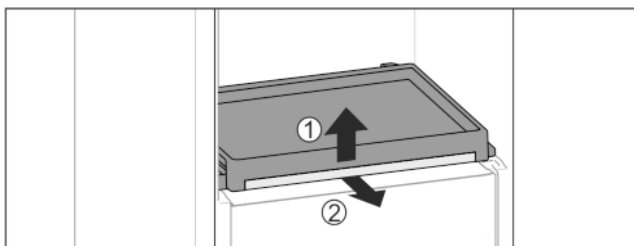

Fig. 36
- ▶ Vyjměte vysouvací přihrádku se skleněnou deskou: Skleněnou desku vpředu lehce nadzvedněte Fig. 36 (1) a vytáhněte dopředu Fig. 36 (2).